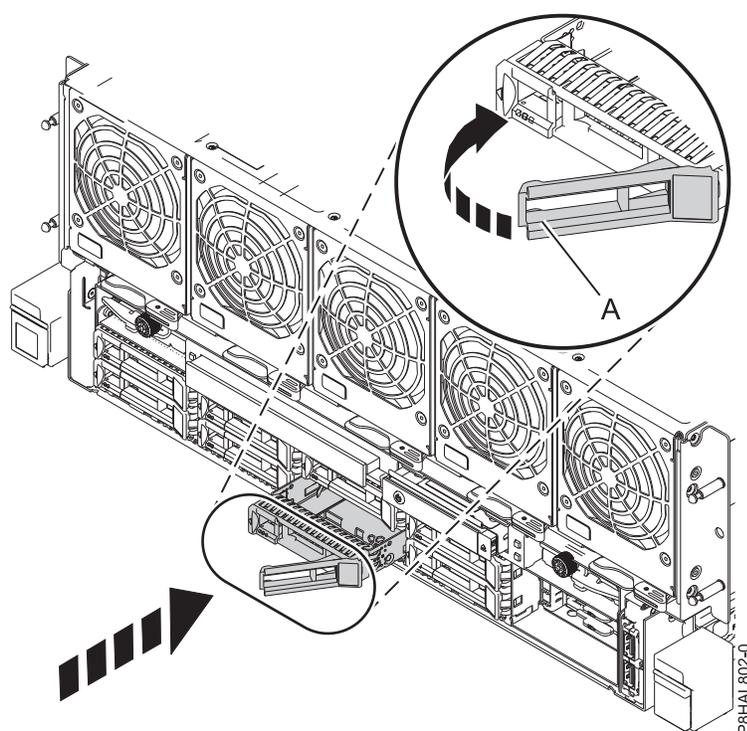

Figure 24. Remise en place d'une unité de disque dans un système 8408-44E ou 8408-E8E
3. Déverrouillez la poignée de la baie d'unité (A) en appuyant dessus et en la tirant vers vous. Si la poignée n'est pas complètement sortie, vous ne pouvez pas insérer l'unité dans le système. Voir : figure 24.
7. Lorsque le voyant d'identification s'allume et reste fixe, faites glisser complètement l'unité dans le système et poussez complètement la poignée de la baie d'unité (A) jusqu'à ce qu'elle se verrouille, comme illustré dans la figure ci-dessous.